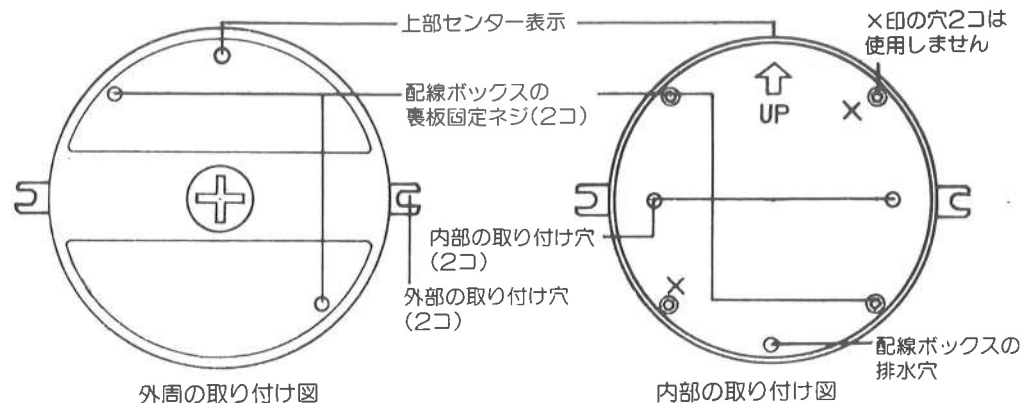

図6
■取付穴について (図6を参照)
注 取り付け前に8ページ、図6、7をご参照の上、正しく取り付けてください。